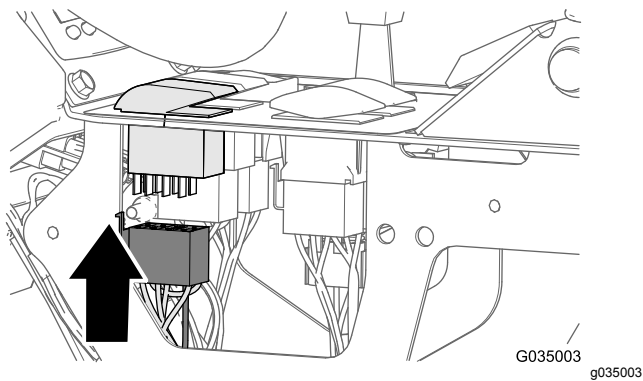

Figure 117
4. Branchez le connecteur à 8 douilles du faisceau au connecteur à 8 broches de l'interrupteur de la pompe de pulvérisation (Figure 117).
5. Attachez la branche de 81 cm du faisceau arrière au faisceau avant de la machine, comme montré à la Figure 117.